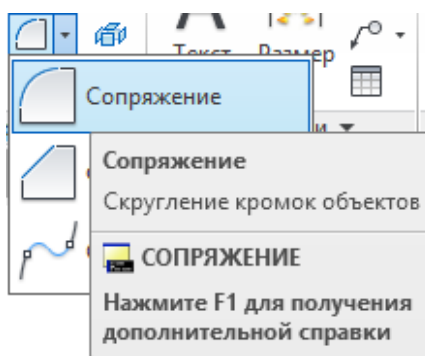
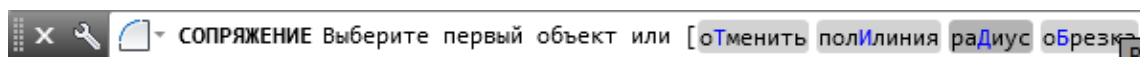
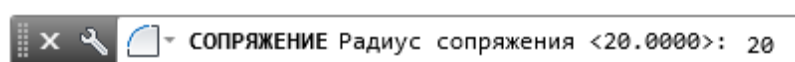

Рисунок 22 – Инструмент "Сопряжение"
Рисунок 23 – Построение сопряжения через радиус
Рисунок 24 – Ввод радиуса сопряжения
3.10 В ленте (меню) выбираем инструмент "Сопряжение" (рисунок 22). В командной строке выбираем "Радиус" (рисунок 23) и вводим радиус сопряжения 20 мм (рисунок 24).